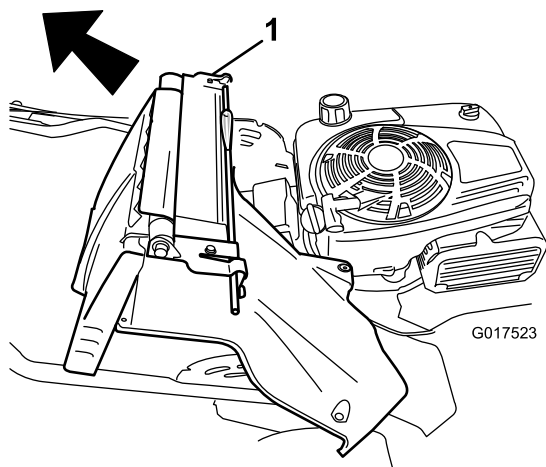

Figura 37
7. Retire la puerta trasera y la palanca de bloqueo del manillar (Figura 37).